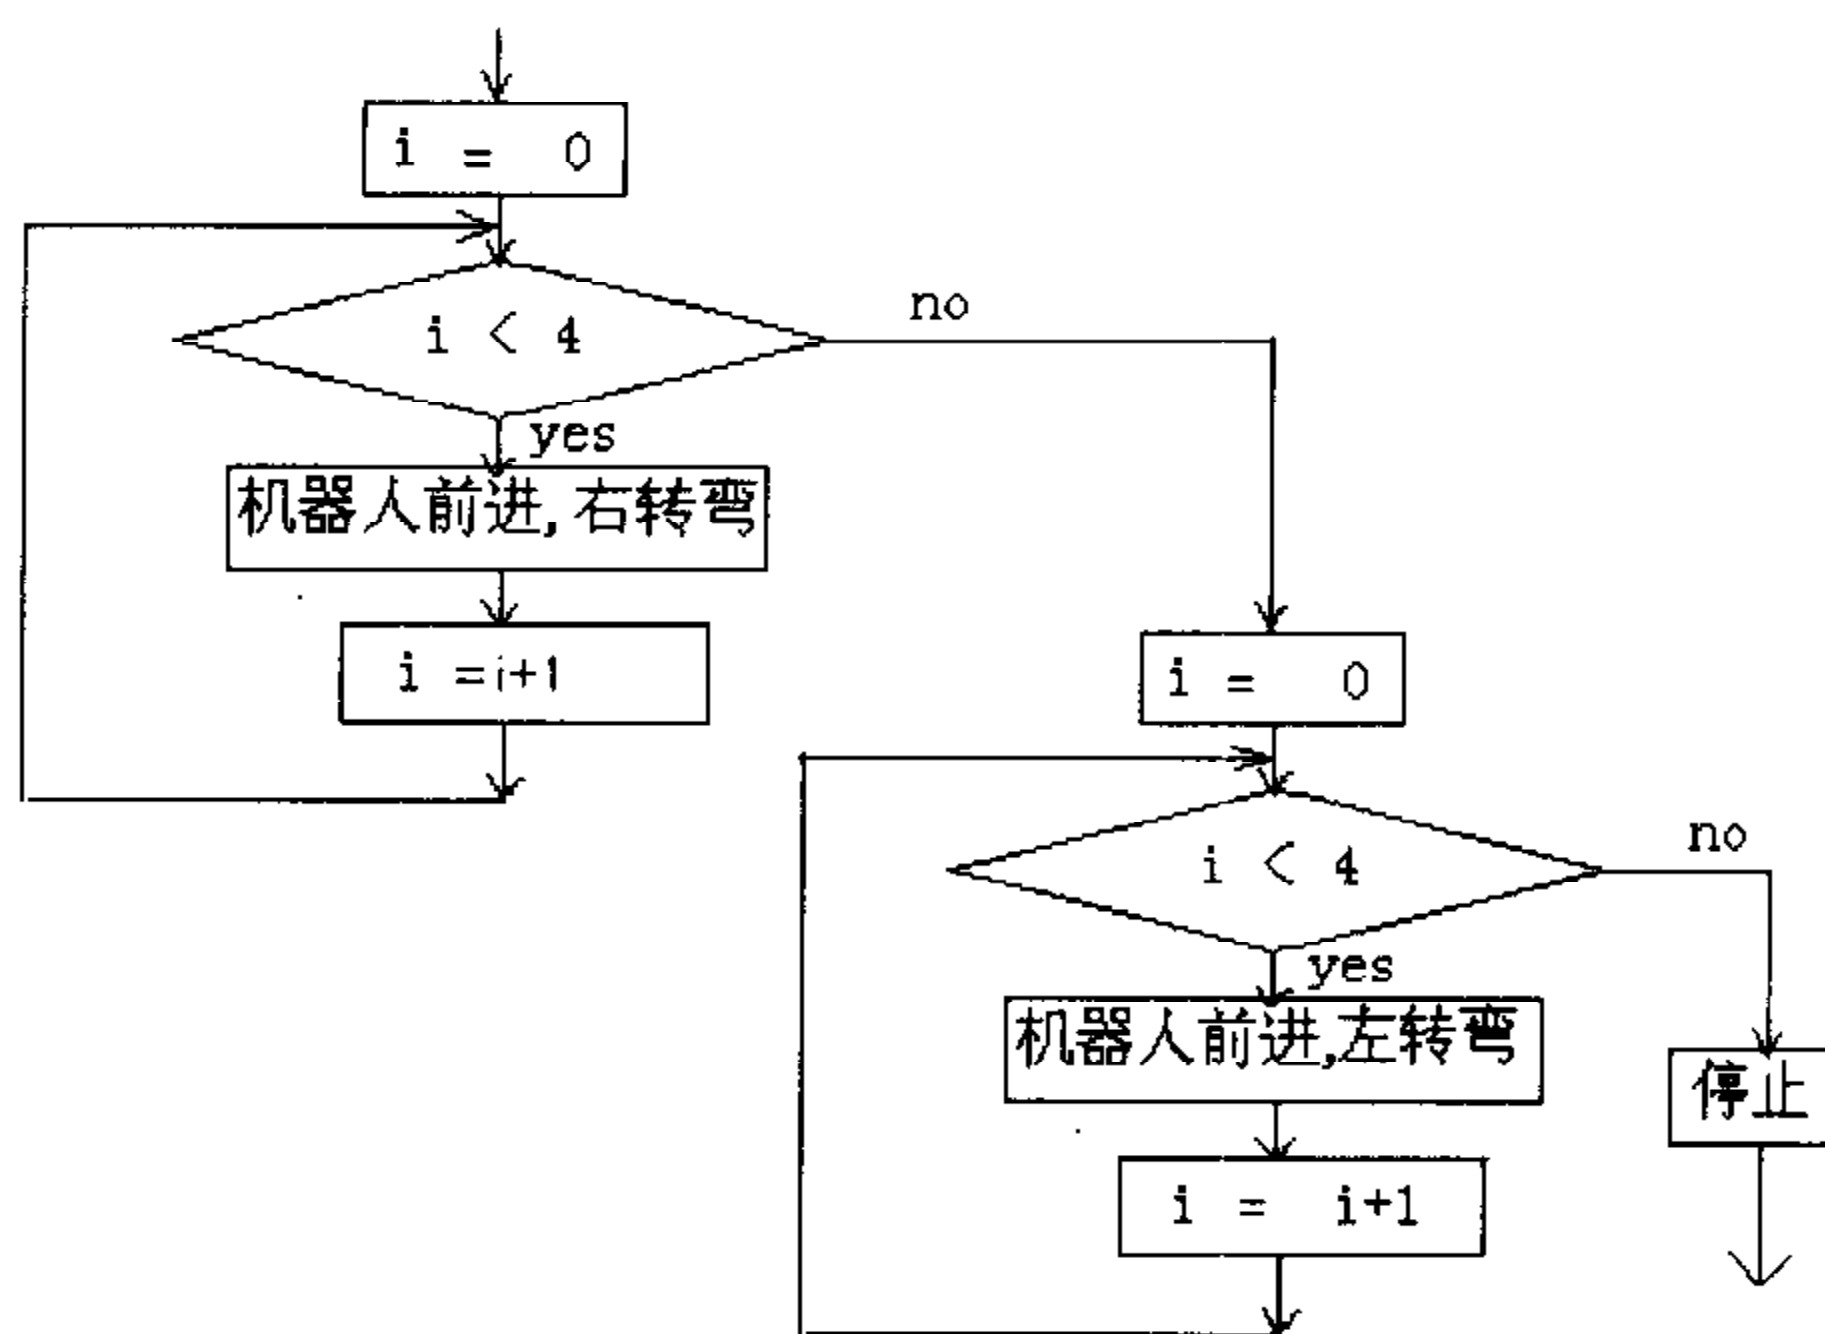

图 3.20 右正方形、左正方形流程图
4. 让机器人先右转弯走个正方形，再左转弯走个正方形。流程图如图 3.20 所示。